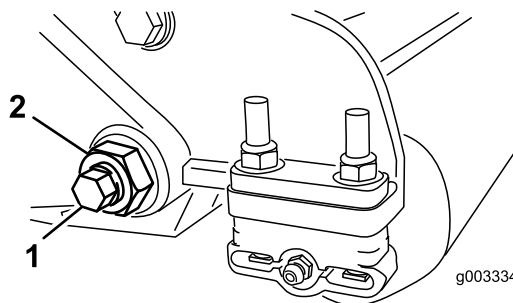

Figura 38
3. En cada lado de la máquina, afloje la contratuerca que fija el perno de la barra de asiento (Figura 38).
4. Retire todos los pernos de la barra de asiento, para poder tirar de la barra hacia abajo y retirarla de la máquina (Figura 38). Guarde las